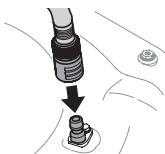

Figura 40
- Conecte la manguera de jardín con el pico de lavado de plataforma al puerto de agua que está sobre la superficie de su plataforma (Figura 40 a la página 45).